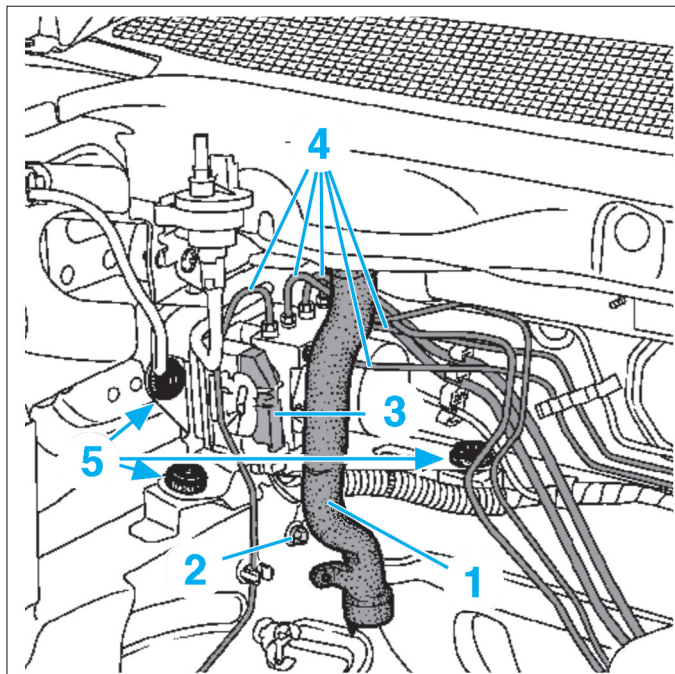

FIG. 21
- la goulotte d'évacuation d'eau (1) (Fig.21).
- la cosse de masse du bloc hydraulique (2).
- Débrancher le connecteur du calculateur ABS (3).
- les tuyaux de frein du bloc hydraulique (4).